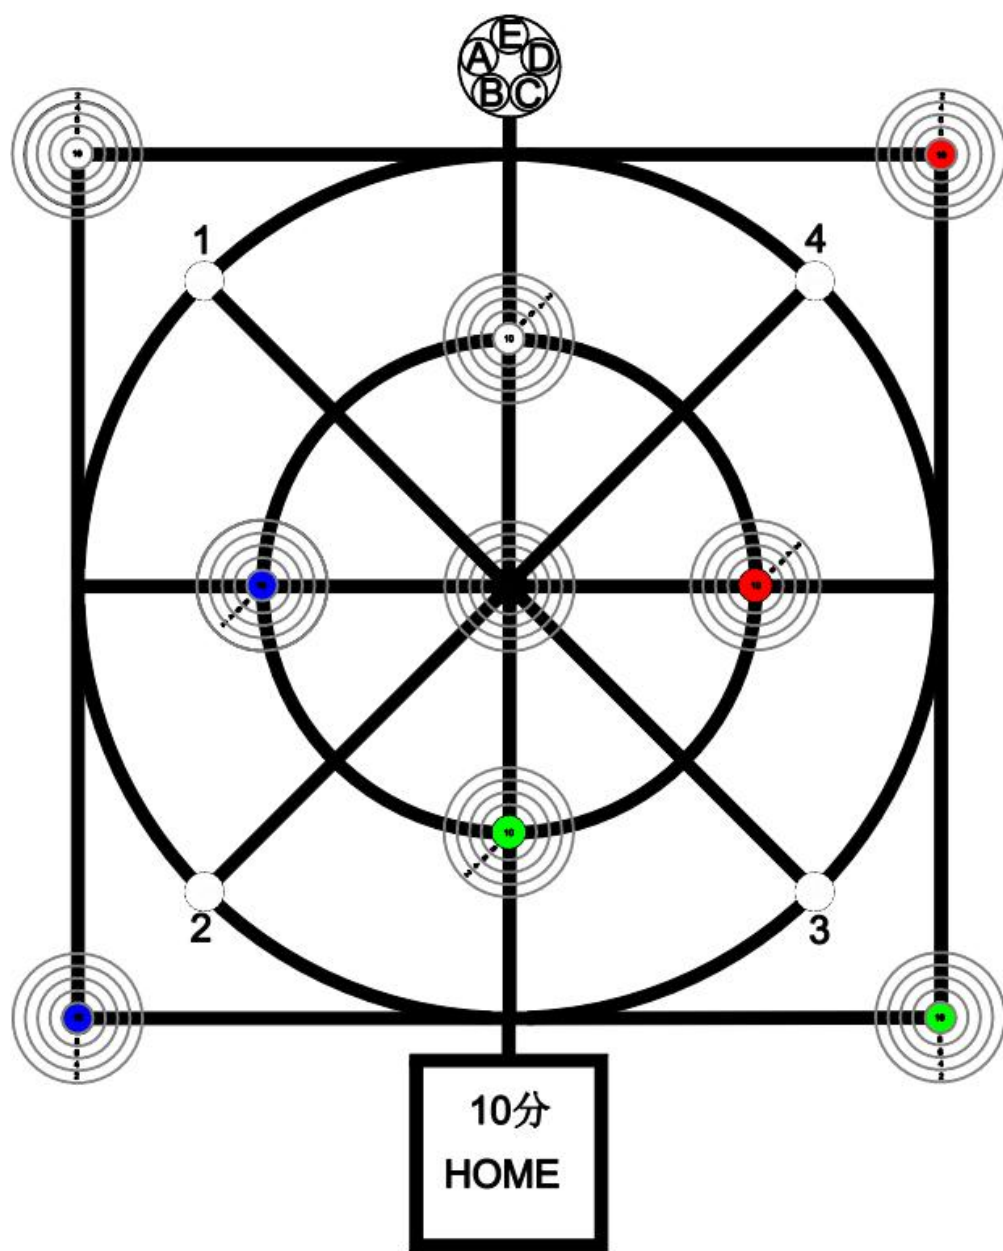

图 1 场地示意图
1. 出发区 (HOME): 如图 1 所示, 出发区为边长为 320mm 的正方形。出发时机器人的所有部位必须在出发区内;
2. 物料摆放点: 如图 1 所示, 物料摆放点包括两部分: 第一物料摆放点位于外圆与搬运辅助线的交点上, 黑色字体标识为 1、2、3、4; 第二物料存储区的位置, 由 5 个小圆构成圆形物料存储区, 依次用黑色字体标识为 A、B、C、D、E。A、B、C、D 的颜色由第一环节的抽签决定, E 位置放置未抽中的物料。
3. 物料目标区: 如图 1 所示, 物料目标区分为两部分, 第一部